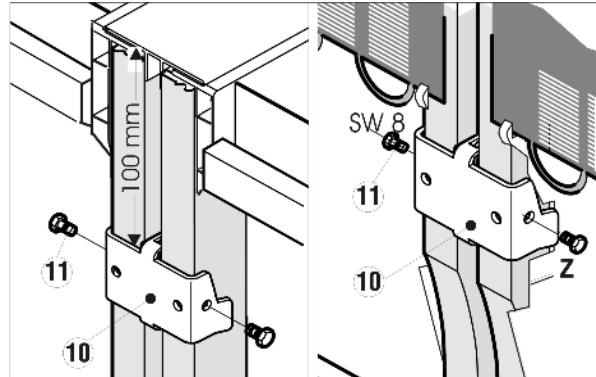

Fig. 6
- С обратной стороны сверху и снизу следует установить широкие крепежные уголки Fig. 6 (10).
- Нижний крепежный уголок вставьте в соответствующий вырез (Z).
- Затем оба крепежных уголка Fig. 6 (10) прочно затяните с боков с помощью винтов с шестигранными головками Fig. 6 (11).